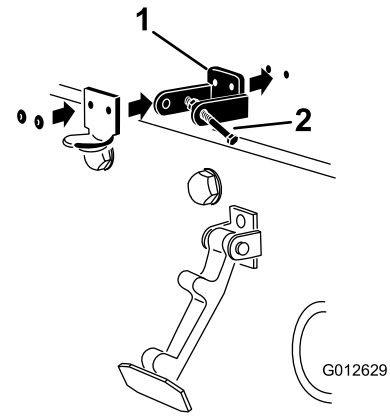

図 8
3. CE 用ロックブラケットとフードラッチブラケットの取り付け穴をそろえて、フードの上に位置決めする。ロックブラケットをフードに当てて取り付ける (図 8)。ロックブラケットアームからボルト&ナットアセンブリを外してしまわないこと。
5. ブラケットとワッシャをフードにリベットで固定する (図 8)。